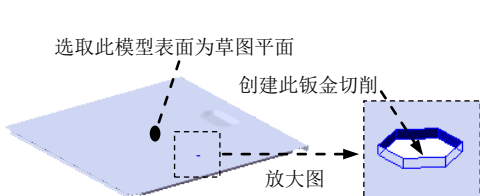
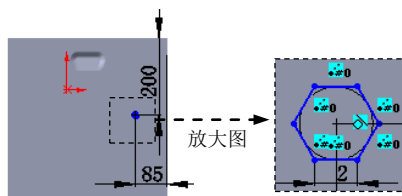

图 17.11.48 创建切除一拉伸 4
图 17.11.49 横断面草图
Step14. 创建图 17.11.48 所示的切除一拉伸 4。选择下拉菜单 **插入(I)** → **切除(C)** → **拉伸(E)...** 命令；选取图 17.11.48 所示的模型表面作为草图平面，绘制图 17.11.49 所示的横断面草图；在 **方向1** 区域的下拉列表中选择 **完全贯穿** 选项。单击 按钮，完成切除一拉伸 4 的创建。